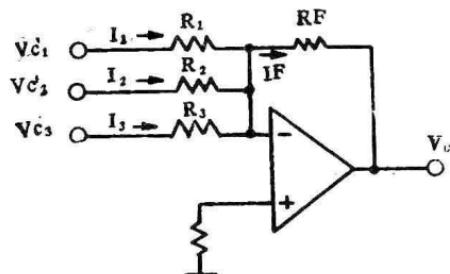

图7 加法运算电路
5. 加法和减法运算电路: 图7所示是一个具有三个输入的加法电路。由于，(-)端虚地， $V_F = 0$ ，各个输入电压产生的电流分别为 $I_1 = \frac{V_{i1}}{R_1}$ ； $I_2 = \frac{V_{i2}}{R_2}$ ； $I_3 = \frac{V_{i3}}{R_3}$ ，这些电流全部流入 R_F ，组成 I_F ， I_F 在 R_F 上的压降就是输出电压 V_0 。